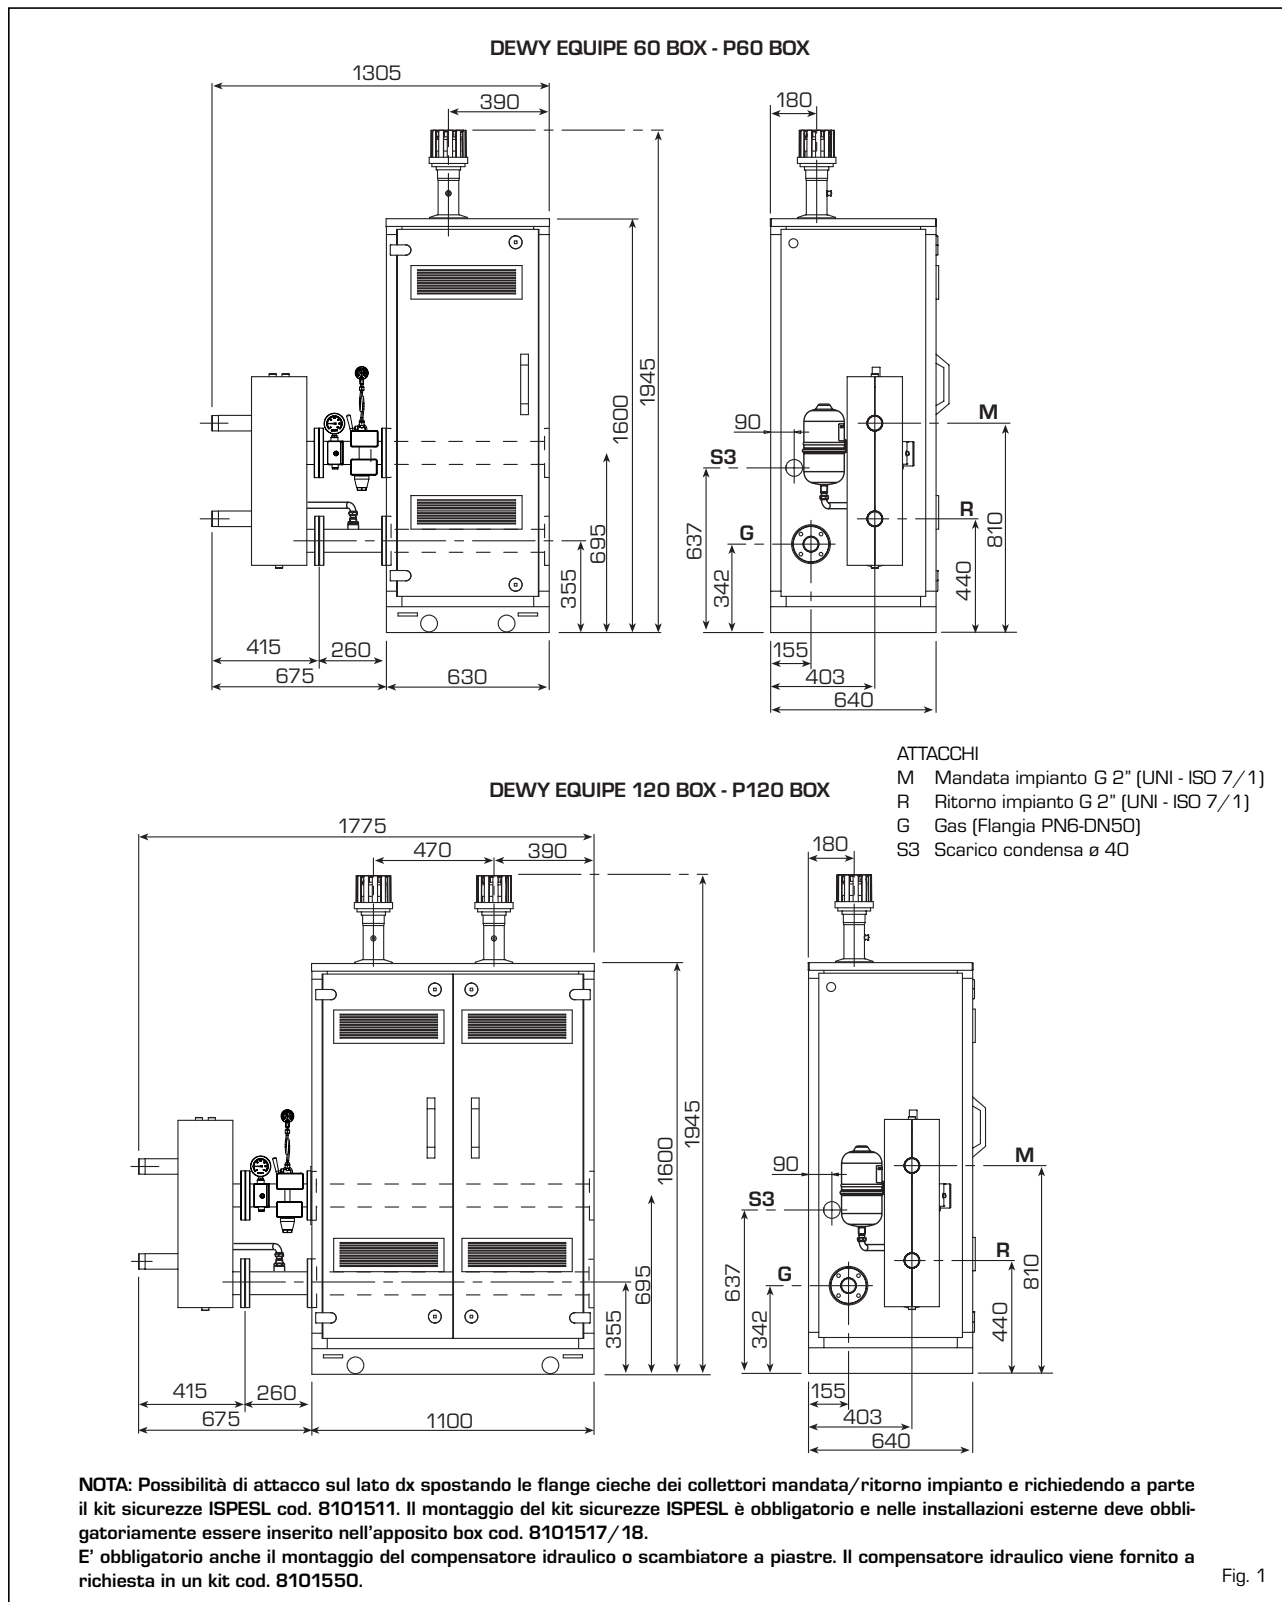

Fig. 1
1.2.1 "DEWY EQUIPE 60 - 120 BOX / P60 - P120 BOX" (fig. 1)
1.2.2 "DEWY EQUIPE 180-240 BOX" (fig. 1/a)